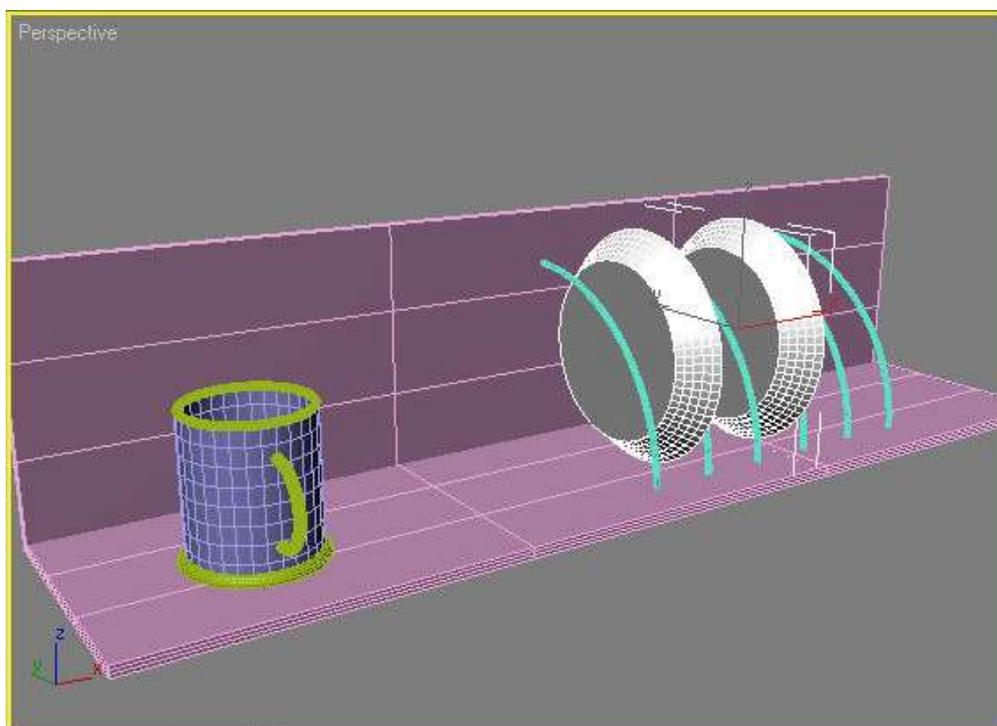

Рис. 20 – Сцена с двумя тарелками в подставке
4. Выровняйте созданный объект относительно подставки, а именно слева относительно четвертого объекта Torus (Тор). Получились две тарелки в подставке (рис. 20).